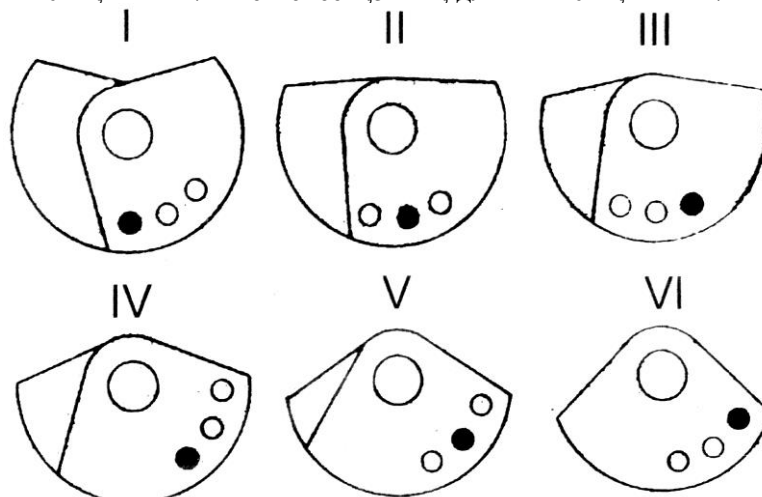

Рис.3. Схема регулировки статического момента
4.5. Для регулирования величины вынуждающей силы вибратора дебалансы на обоих концах вала выполнены двойными. Дебалансы, расположенные ближе к двигателю, соединены через шпонку с валом ротора. Дебалансы, расположенные ближе к концу вала, являются поворотными относительно вала. Регулирование осуществляется путем изменения взаимного расположения дебалансов на обоих концах вала. (рис. 3, п. 6.5)
6.5. До начала работы установить дебалансы вибратора в положение, соответствующее выбранному статическому моменту согласно рис. 3 таблицы 7, для чего, при снятых крышках, ограждающих дебалансы, следует вывернуть болты, соединяющие парные дебалансы на обоих концах вала и снова соединить их болтами в нужном положении.